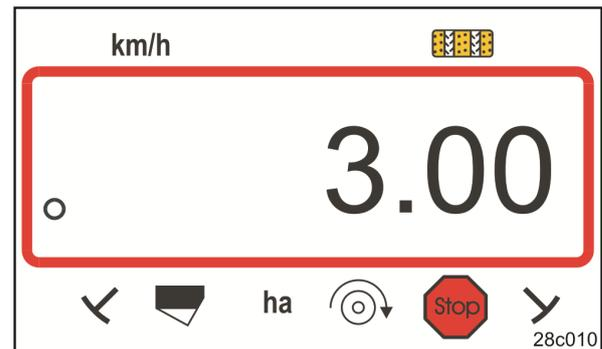

Fig. 15
- Anzeige: gespeicherte Arbeitsbreite [m], z.B. 3,0 m (Fig. 15).